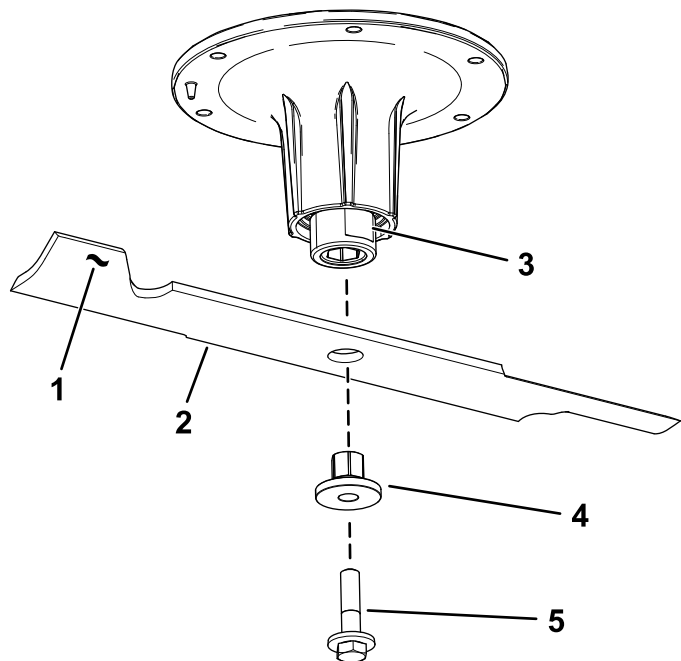

Figure 95
2. Retirez le boulon, la douille et la lame de l'axe de pivot (Figure 95).